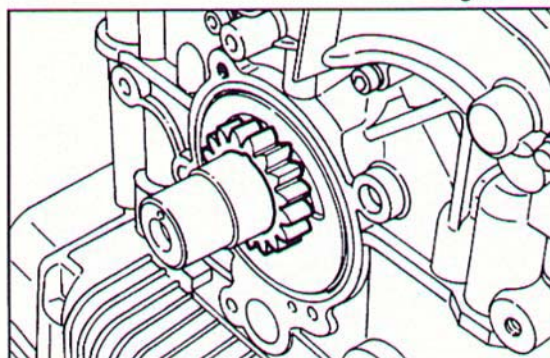

Fig. 251 ▼
- inserire sull'albero motore l'ingranaggio conduttore pompa olio (Fig. 251);
- set the oil pump driving gear on the crankshaft (Fig. 251);